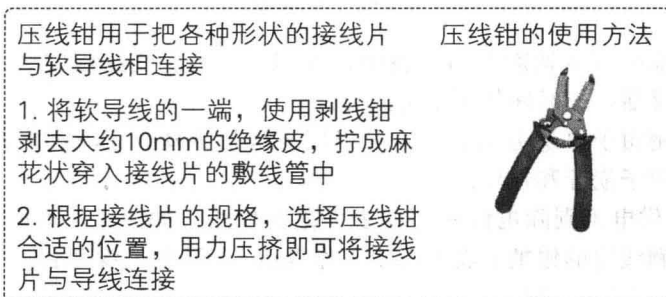

图 1-8 压线钳的外形
⑤ 压线钳 是用于把软导线与接线片（O形、U形、针形）连接的一种工具。图 1-8 是一种压线钳的外形。